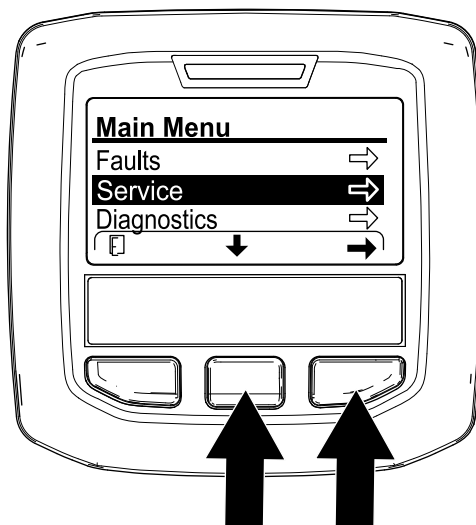

図 103
3. インフォセンターでメインメニューにアクセスする 図 103。